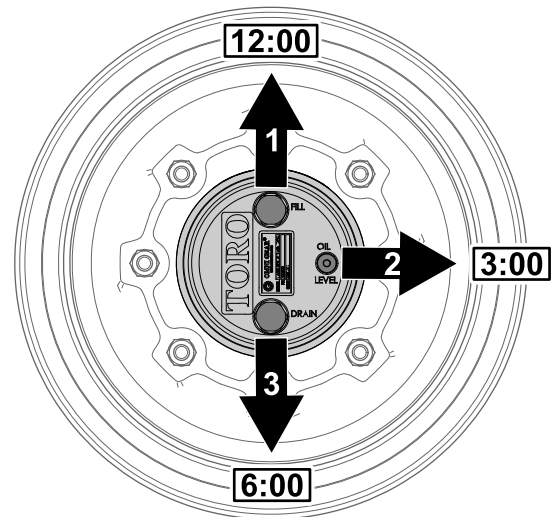

図 103
1. 水平な床面で、補給プラグが時計の 12 時の位置、点検プラグが 3 時、ドレンプラグが 6 時の位置を指すように駐車する 図 103。
2. 3 時の位置にある点検プラグを外す 図 103。
1. 水平な床面で、補給プラグが時計の 12 時の位置、点検プラグが 3 時、ドレンプラグが 6 時の位置を指すように駐車する 図 103 プラネタリギアオイルの点検 \(ページ 61\) を参照。